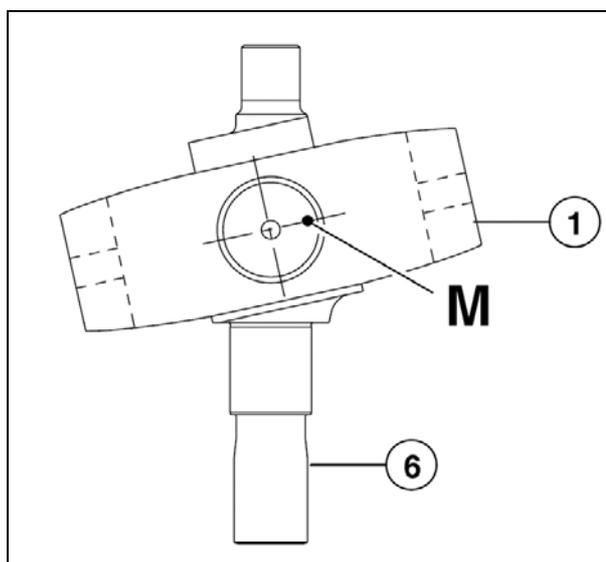
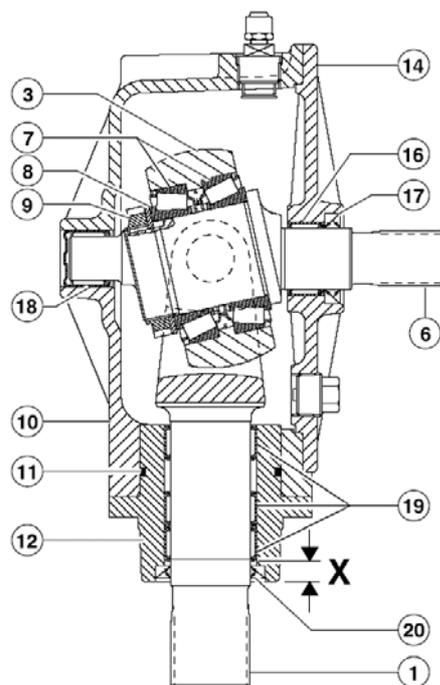

Рисунок 15
Рисунок 18
11. Выпрессуйте игольчатые подшипники (F), (G) и установите новые подшипники.
12. Выпрессуйте игольчатые подшипники (H) и установите новые подшипники. Торцевой подшипник должен быть заподлицо с торцом опорного фланца. Установите внешний подшипник так, чтобы выдержать расстояние $X = 12$ мм (поз. 19) (Рис. 18).
13. Выпрессуйте подшипниковые втулки (J) и замените их новыми.
14. При установке вала метка (M) на корпусе должна быть расположена в соответствии с (Рис. 15).
1. Поворотная вилка- см. также (Рис. 15)
6. Вал - см. также (Рис. 15)